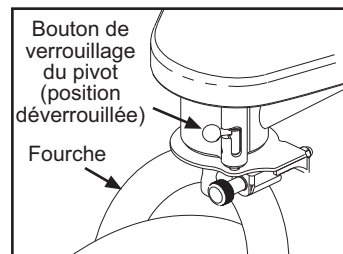
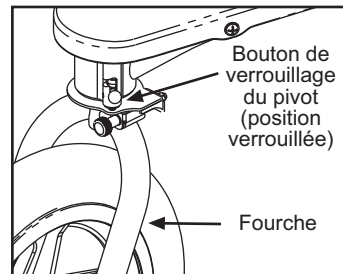

Fig. 10 Verrouillage du pivot – position déverrouillée (mode marche).
Fig. 11 Verrouillage du pivot – position verrouillée (mode jogging).
6. VERROUILLAGE DU PIVOT : La poussette Revolution Duallie offre le choix de deux modes d'utilisation. La poussette peut être utilisée comme poussette à roue pivotante (mode marche) lorsque le bouton de verrouillage du pivot est en position déverrouillée (Fig. 10) ou bien comme poussette à roue fixe (mode jogging) lorsque le bouton de verrouillage du pivot est en position verrouillée (Fig. 11). Pour passer du mode marche au mode jogging, soulevez le bouton de verrouillage et glissez-le (Fig. 10) jusqu'en haut, au fond à droite. Relâchez ensuite le bouton, il s'enclenchera automatiquement. Ensuite, faites tourner la fourche jusqu'à ce que la goupille s'engage et bloque la fourche en position. Vous pouvez maintenant utiliser votre poussette en mode jogging. Pour remettre votre poussette en mode marche, soulevez le bouton et tournez-le vers la gauche.